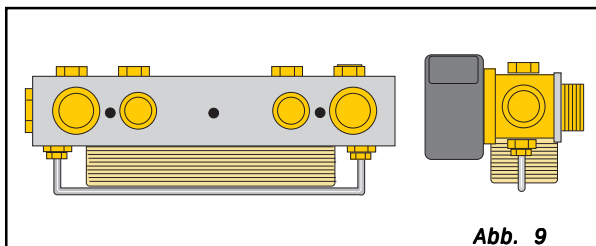

Abb. 9
- **bei EINBAU DES ZUSATZKITS Sanitärwasser aufzuheizen** (Abb. 9)